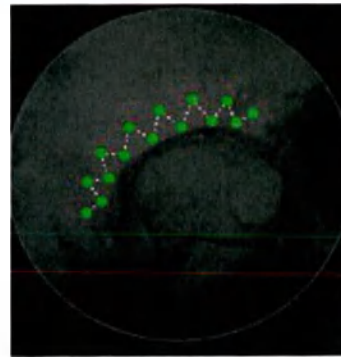

Рисунок 72. Пример модели сбора на внесуставной поверхности
11. Для наилучшего покрытия точки собирают в шахматном порядке (Рисунок 72). При чрезмерной близости собранных точек одна к другой система уведомляет пользователя.